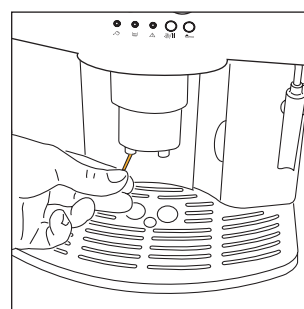

Fig.28
- Kontroller en gang i mellem, at kaffeudløbsrørets huler ikke er tilstoppet. For at rense dem, benyt en nål for at skrabe de tørre kaffeaflejringer (fig. 28).